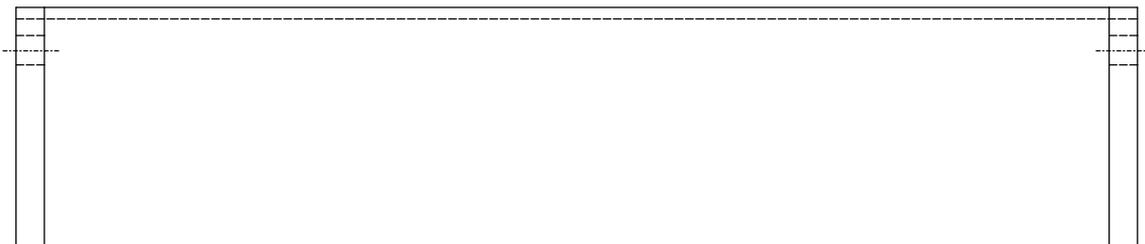

Abbildung 5.2: Draufsicht vor dem waagerechten Spiegeln
2. Nachzeichnen der Geometrie des Gehäuses und der Bohrungen über [ERSTELL] ? [LART]? [FARBE] (Abbildung 5.2).